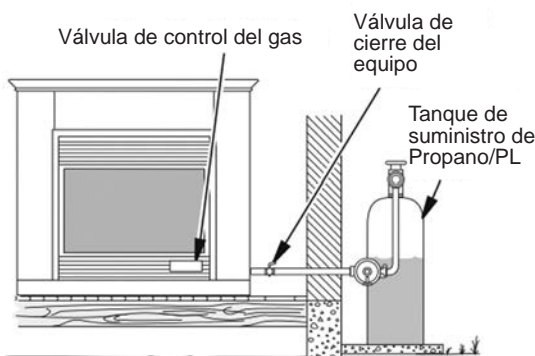

Fig. 18.1 - Revisión de las juntas de gas (Propano/PL solamente)
3. Revise todas las juntas del medidor de gas a la válvula de cierre del equipo (Ver Fig.18.1 o 18.2). Aplique una mezcla de jabón líquido y agua en las juntas de gas. Si se forman burbujas, puede haber una fuga.
(Ver Fig. 18.1 o 18.2) Aplique una mezcla de jabón líquido y agua en las juntas de gas.